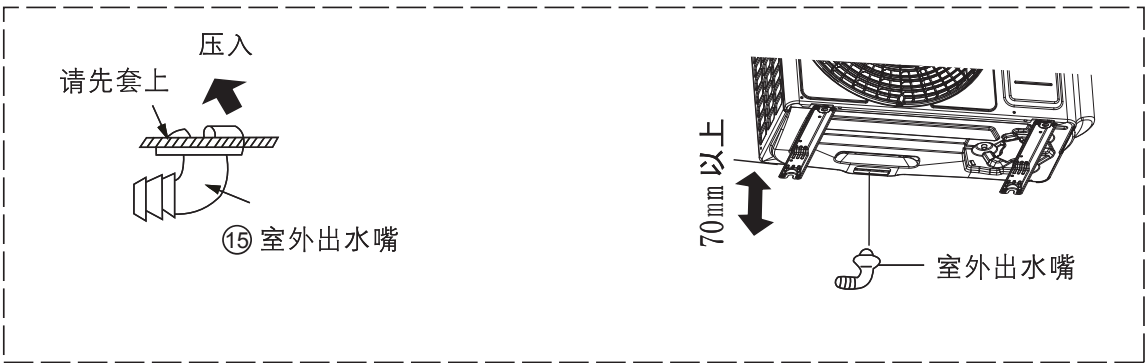

图28
- 2 请将机体在安装后，按图28所示将附件 ⑮ 室外出水嘴安装在出水孔中。